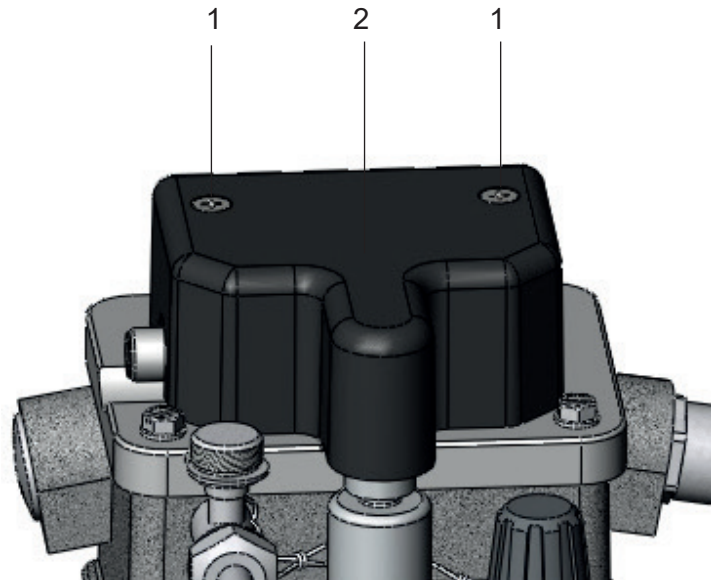

Figure 4 - Chapeau avec capot
- Desserrer les 2 vis M5 (Fig. 4/ n° 1)
- Retirer le capot (Fig. 4/ n° 2)